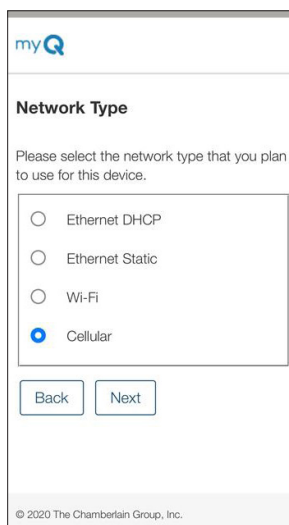

Figure 3
6. Sélectionnez l'option Cellulaire et cliquez sur « Next » (Suivant). (Voir Figure 3)